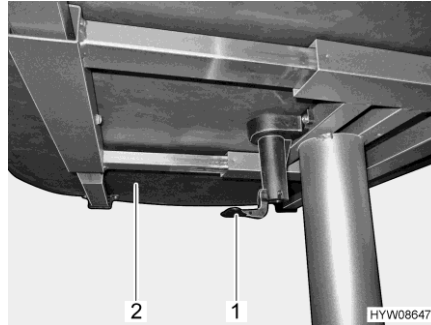

Bild 63 Spak för förskjutning av bordsskivan
- Dra eller tryck spaken (Bild 63,1) nedåt.
- Skjut bordsskivan (Bild 63,2) till önskad position.